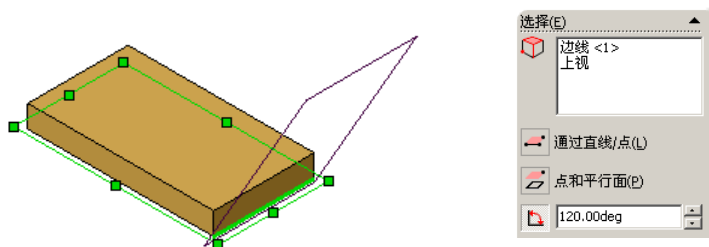

图 1-4 “两面夹角”基准面
- (4) 单击【基准面】按钮，出现【基准面】属性管理器，单击【两面夹角】按钮，在【角度】文本框内输入“120°”，单击【确定】按钮，建立新基准面，如图 1-4 所示。